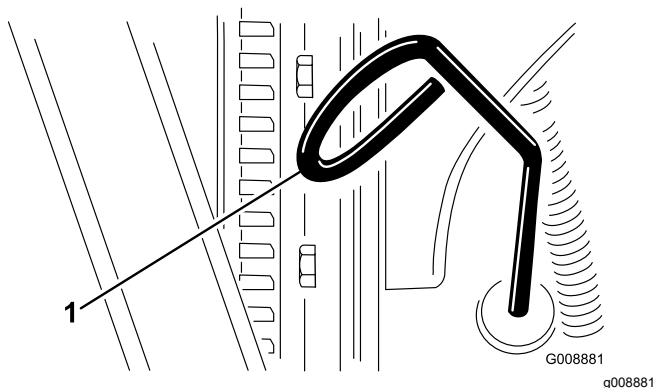

Figura 27
2. Retire a vareta (Figura 27) e limpe-a com um pano limpo.